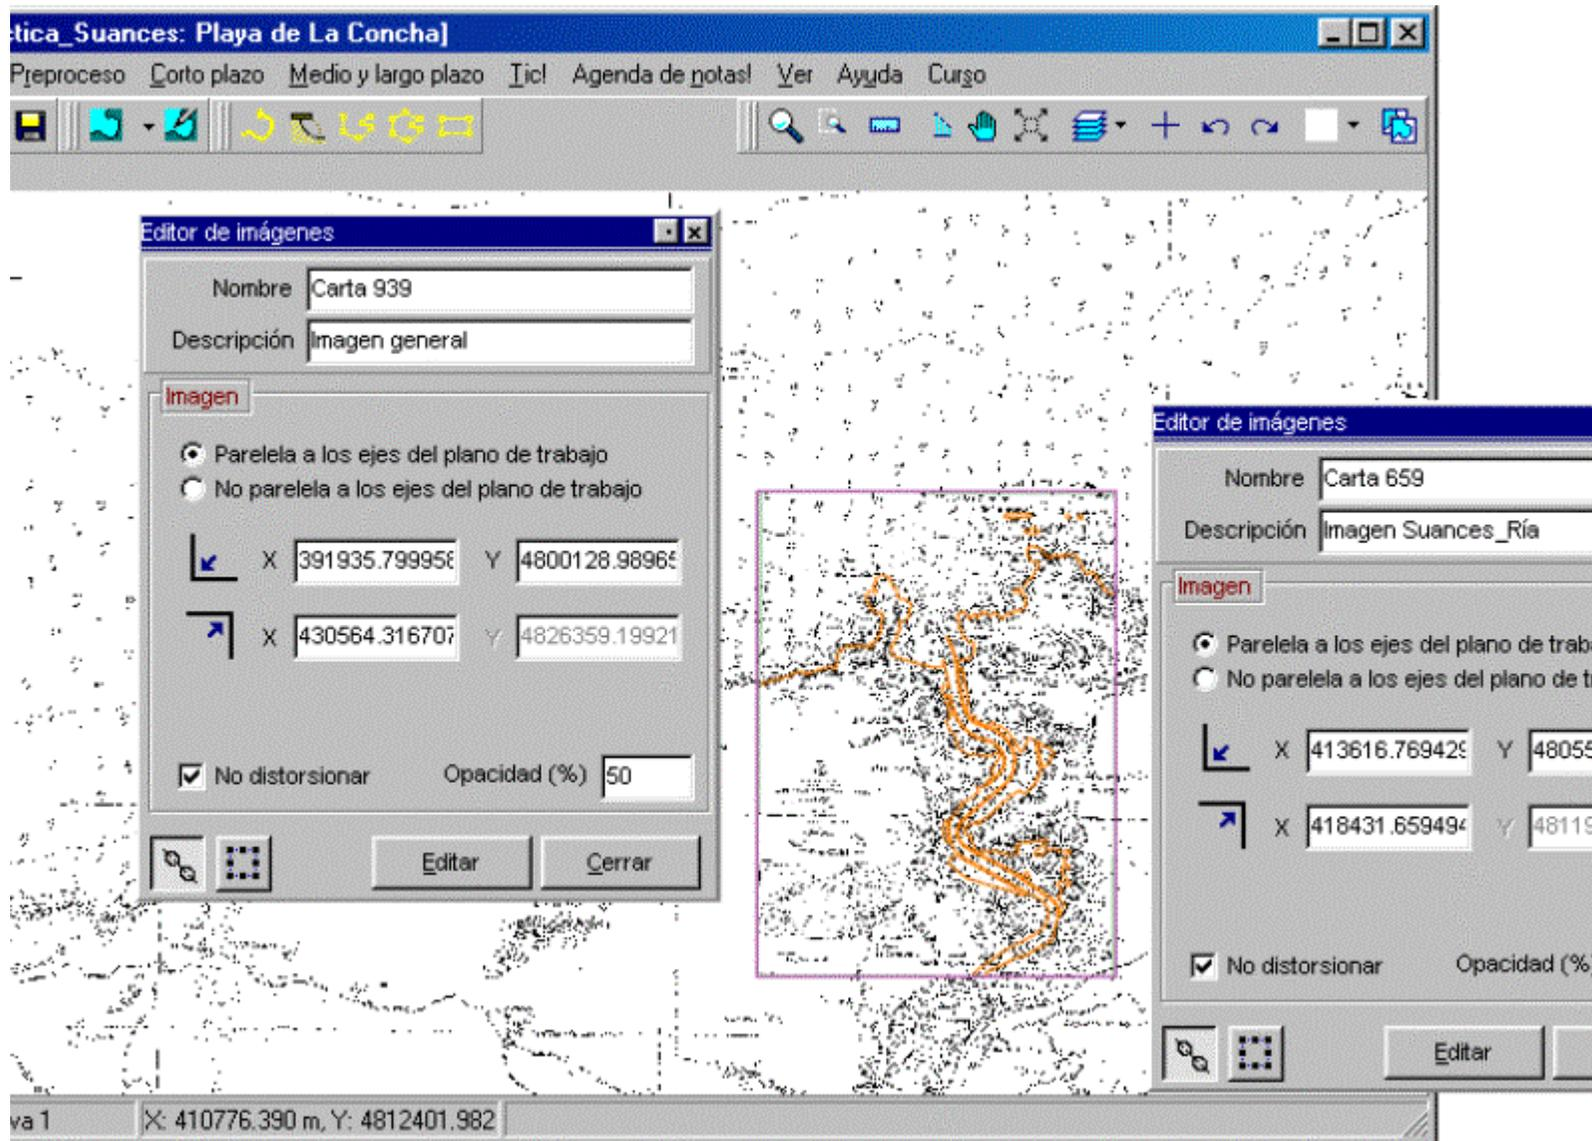

Figura 7.29
- Editar las dos imágenes, escribir como descripción para la Carta 939, “Imagen general” y para la Carta 659, Imagen Suances_Ría (ver figura 7.29). Salir pulsando “Cerrar” en estos editores.